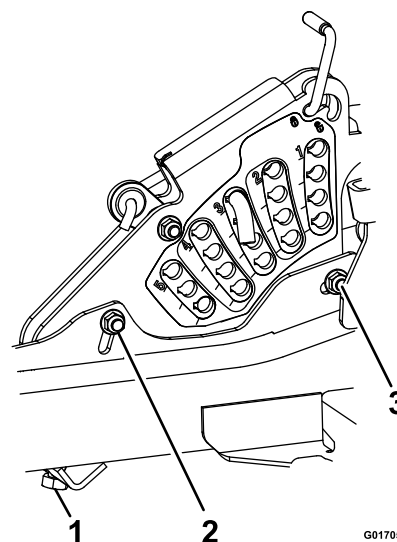

Figure 41
14. Si les quatre dispositifs de réglage du tablier ne disposent pas d'un réglage suffisant pour obtenir une hauteur de coupe précise avec l'inclinaison voulue, vous pouvez utiliser le réglage monopoint pour obtenir un réglage supplémentaire (voir Figure 41).